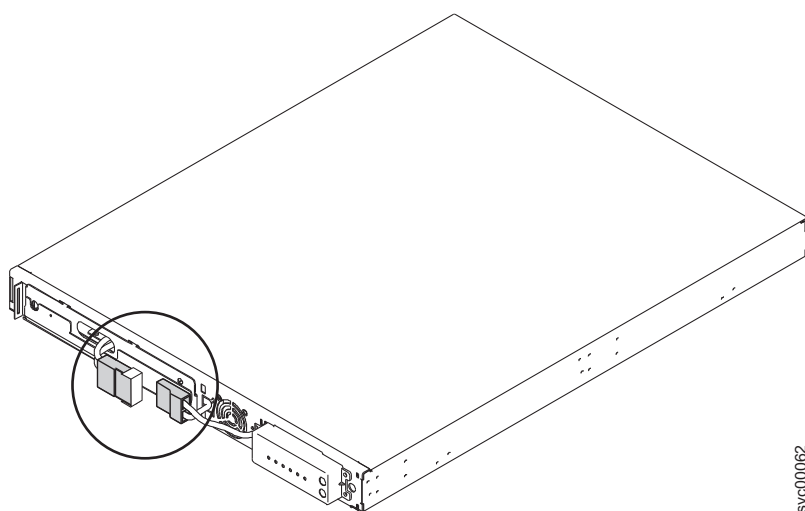

図 227. 保護テープ付きの 2145 UPS-1U 内部バッテリー・コネクタ
6. 保護テープを内部バッテリー・コネクタ (図 227 の円内) から取り外します。